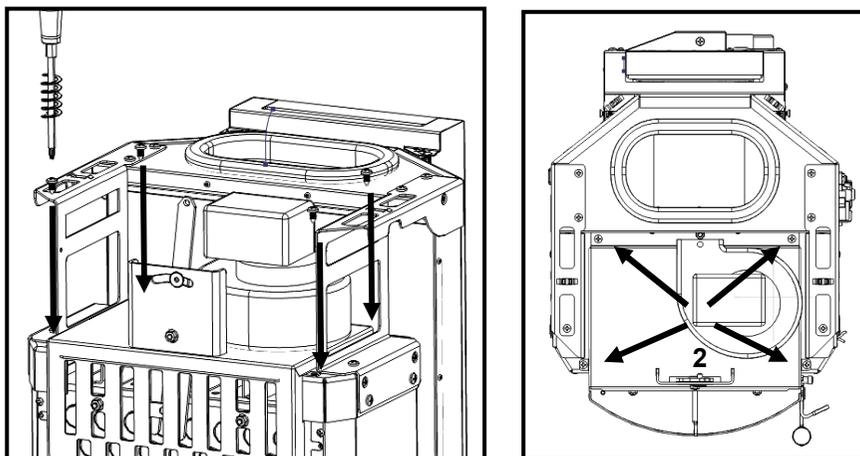

Figura 76 – Fixação do ventilador ao equipamento
e) Apertar o conjunto da figura 76 na face superior da câmara de combustão utilizando 4 parafusos **(A)** nos furos preparados para o efeito (2).